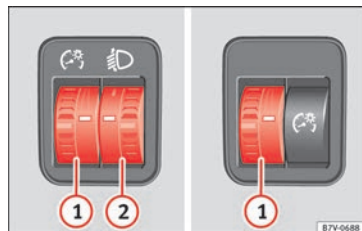

Bild 141 Bredvid ratten: reglage för instrumentbelysning ① och räckviddsreglering för strålkastare ②
① Instrument- och reglagebelysning
När strålkastarna är påslagna kan du reglera instrumentbelysningens ljusstyrka genom att vrida omkopplaren » **bild 141** ①.
② Räckviddsreglering för strålkastare
Använd reglaget för höjdinställning av strålkastarna » **bild 141** ② om bilens lastförhållande ändras. Föraren får därmed optimal sikt samtidigt som mötande trafik inte riskerar att bländas » ⚠.
» bild 141 ②: